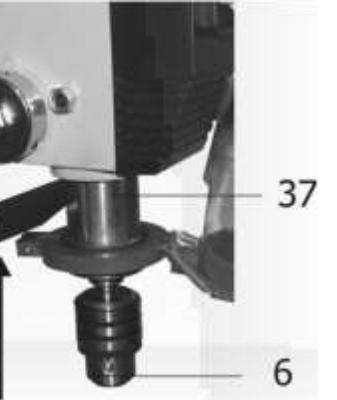

Рис. 11
10.10. При необходимости можно использовать сверла с конусом MT2 для непосредственной установки в шпиндель, минуя использование сверлильного патрона (6), Рис.11.
10.11. Для снятия сверлильного патрона (6) из шпинделя используется клин (38), Рис.11. Для этого необходимо выключить станок согласно п.10.3, затем совместить вращением шпинделя паз в шпинделе с пазом на обойме (37), Рис.11. Вставьте в этот паз клин (38), Рис.11, и легкими ударами снизу вверх по клину (38), Рис.11, выталкивайте дюрн (H), Рис.1, вместе со сверлильным патроном (6), Рис.11, из шпинделя.